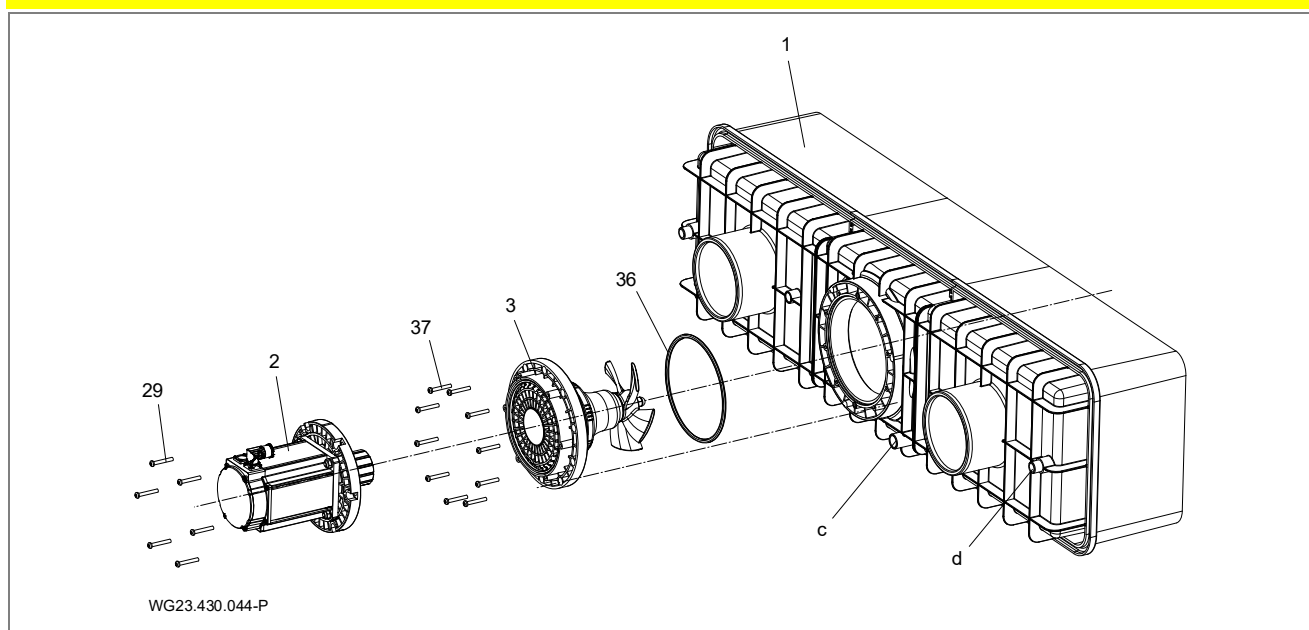

Bild 16
1. Avfetta anslutningsmuffarna (d, se "Bild 16" på sida 22) på plasthöljet (1) och anslutningsbussningen från kabelskyddsslangen (12) med PVC-U/ABS-rengöringsmedel.